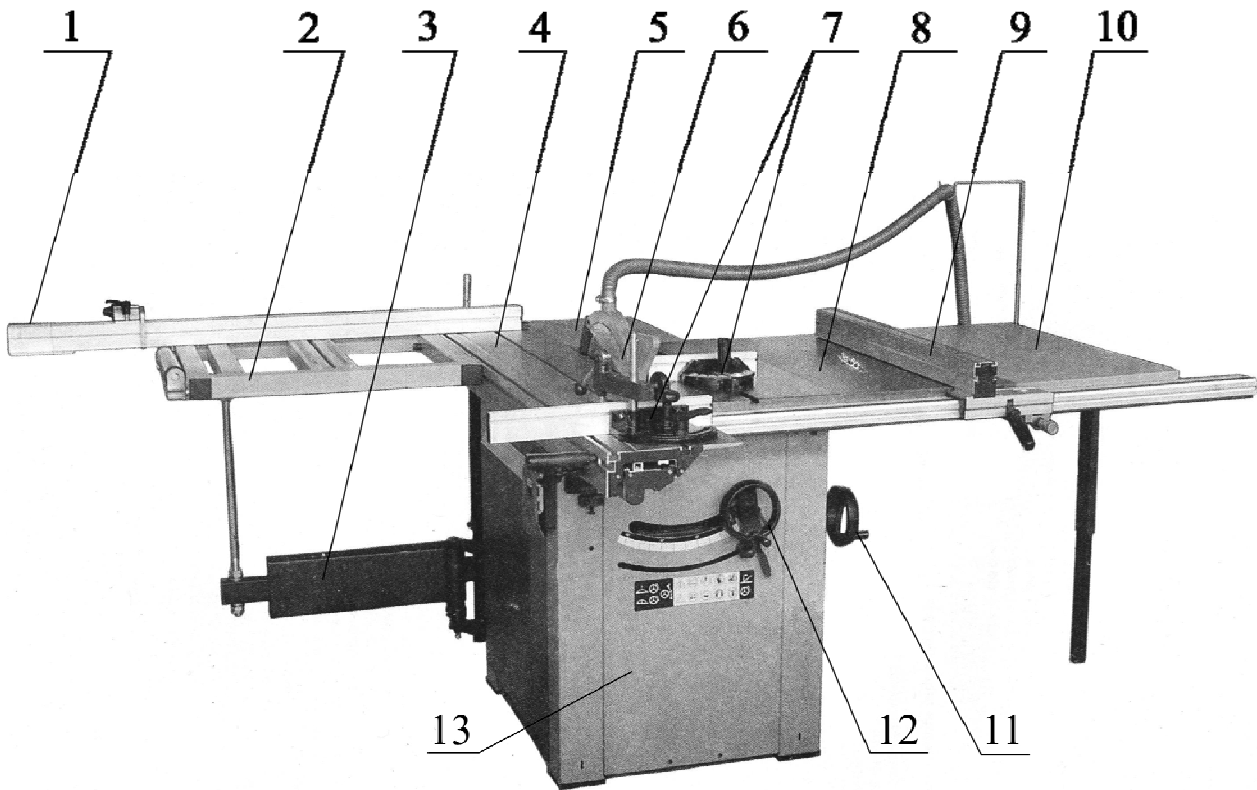

Рисунок 2.
3.3. Узлы и детали оборудования (рис. 2).